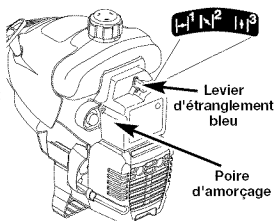

Fig. 6
- Pressez et relâchez la poire d'amorçage à 10 reprises, lentement. Une certaine quantité d'essence devrait être visible dans la poire d'amorçage et les conduites d'essence (Fig. 6). Si vous n'apercevez pas d'essence dans la poire, pressez et relâchez la poire autant de fois qu'il le faut pour y voir de l'essence.
- Placez le levier d'étranglement bleu en position 1 (Fig. 6).
- Placez le levier d'étranglement bleu en position 2 (Fig. 6).
- Une fois que le moteur est chauffé, placez le levier bleu d'étranglement en position 3 (Fig. 6). La machine est prête à être utilisée.
Si... le moteur hésite, remettez le levier en position 2 (Fig. 6) et continuez à le chauffer.